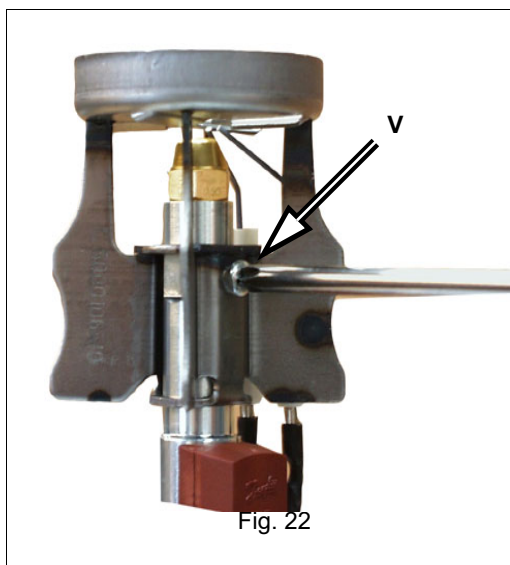
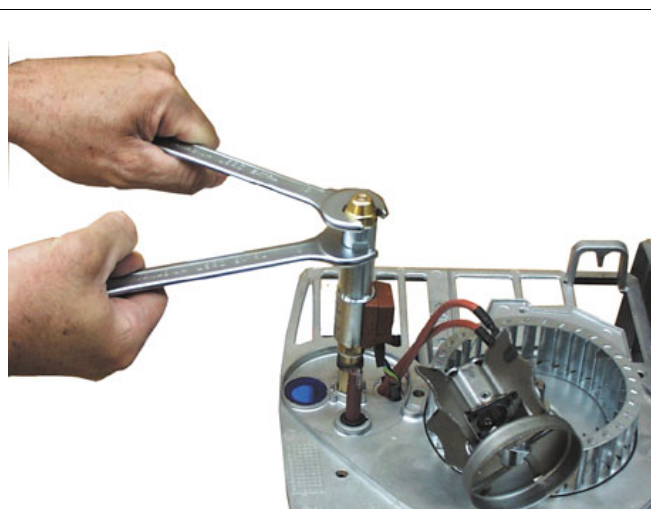
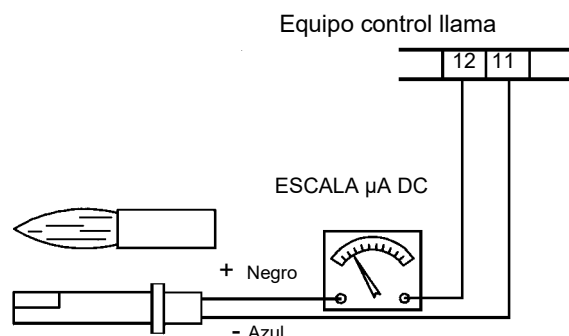

Fig. 22
Fig. 23
Fig. 25: Detección con fotocélula **QRB4**
- 1 Enganchar la placa en uno de los modos indicados en las Fig. 22 y Fig. 23 para facilitar las operaciones de mantenimiento.
- 7 Destornillar el tornillo V que fija la cabeza de combustión y remover la cabeza del portaboquilla (Fig. 22 - Fig. 25).
⚠ Volver a montar la cabeza de combustión respetando la cuota A relevada anteriormente, recordando de fijar el tornillo V (Fig. 22).
⚠ ATENCIÓN: los electrodos (E en Fig. 23) se deben posicionar al lado de la cabeza de combustión.
⚠ NOTA: Cuando se vuelve a montar la placa de componentes, prestar atención que el perno del registro entre en la sede específica B (véase Fig. 23).